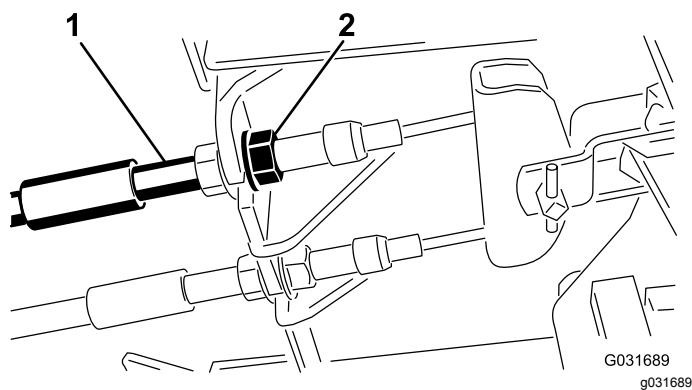

Figure 73
1. Pour réduire la garde aux pédales de frein, serrez les freins en desserrant l'écrou avant sur l'extrémité fileté du câble de frein (Figure 73).